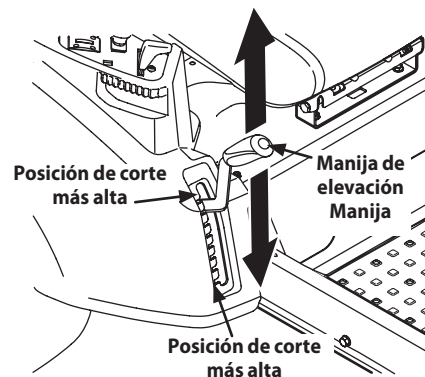

Figura 4-12
- Usando la manija de elevación de la plataforma, levante la plataforma a la posición que le ofrece mayor recorrido horizontal de la correa entre las poleas locas de la plataforma y la polea de la PTO en la base del motor. Consulte la Figura 4-12.
- d. Baje la plataforma hasta la posición de corte más baja usando la manija de elevación de la plataforma. Consulte la Figura 4-12.
- e. Baje la plataforma hasta la posición de corte más baja usando la manija de elevación de la plataforma. Consulte la Figura 4-12.
8. Ubique la manija de elevación de la plataforma en la posición de corte más elevada y deslice la plataforma hacia afuera desde abajo del tractor. Consulte la Figura 4-12.
- Ubique la manija de elevación de la plataforma en la posición de corte más elevada. Vea la Figura 4-12.